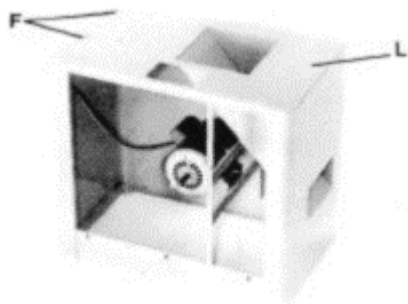
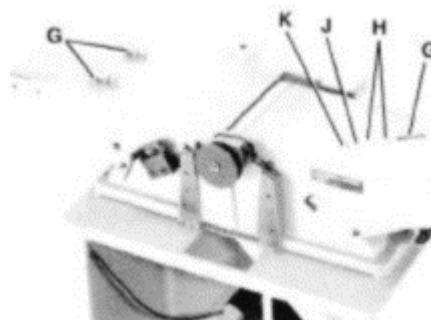

Рис. 4
Рис. 5
3. Совместите три отверстия (F) и (L), Рис. 4, в верхней части станины с тремя отверстиями, расположенными в нижней части основания фуговального станка, и прикрепите фуговальный станок к основанию тремя винтами с шестигранной головкой 3/8 - 16x2" (G), Рис. 5, шестью плоскими шайбами (H), тремя стопорными шайбами (J) и тремя шестигранными гайками (K).